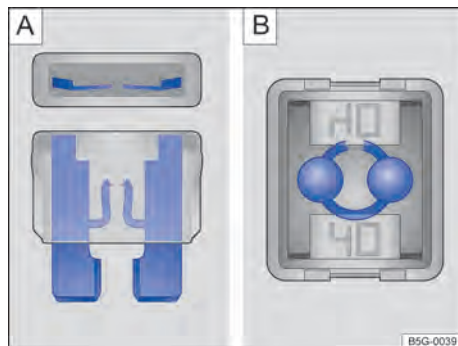

Fig. 147 Fusível queimado: **A**: fusível plano, **B**: fusível de bloqueio.
- Um *fusível plano* (ATO®, MINI®) queimado é reconhecido de cima ou de lado pela carcaça transparente nas faixas metálicas derretidas → Fig. 147 **A**.
- Um *fusível de bloqueio* (JCASE®) queimado é reconhecido pelas faixas metálicas derretidas por cima da carcaça transparente → Fig. 147 **B**.